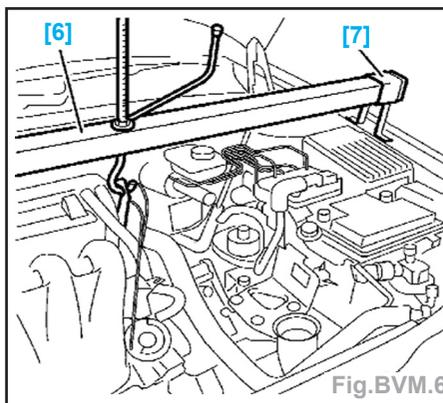

Fig.BVM.6
- Mettre en place la traverse [6] et ses supports [7] (Fig.BVM.6).